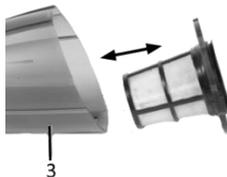
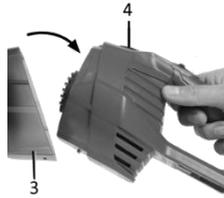

Рисунок 3
Рисунок 5
4.3 Виріб оснащений тканинним фільтр-мішком натисніть на фіксатор (4) і одночасно зніміть бак (3). Потім ви можете достати фільтр з баку (3) (Рисунок 3).
Після очистки, знову встановіть фільтр (9) у бак (3) (Рисунок 3). Потім встановіть бак (3) назад на пилосос (Рисунок 5).